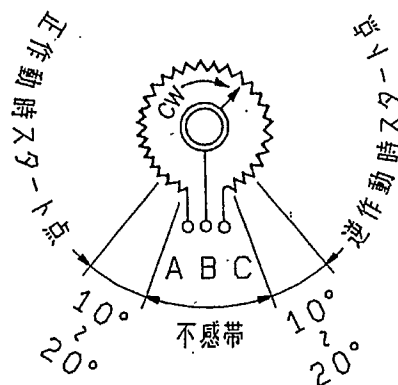

図3 ポテンシオメータ
- ③ 供給電源を印加し出力電流を確認しながら、ポテンシオメータ固定用ビスを緩めた後にポテンシオメータ本体を回転させて、不感帯（図3参照）から約 $10^{\circ} \sim 20^{\circ}$ 回転させた位置をスタート点とし再度ビスで固定してください。なお作業前に注意事項を必ず参照願います。（ポテンシオメータ固定用ビスの推奨締め付けトルク： $0.088\text{N}\cdot\text{m} \pm 10\%$ ）。